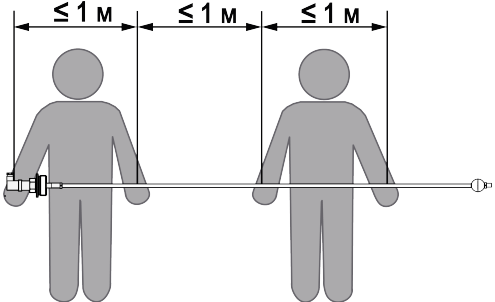

Рисунок 4.1 – Перемещение датчика длиной более 2 м
- датчик длиной более 2 м извлекают из упаковки и переносят два человека: одной рукой следует удерживать датчик за металлический фланец корпуса, а далее поддерживать трубку арматуры через каждый 1 м (см. рисунок 4.1).